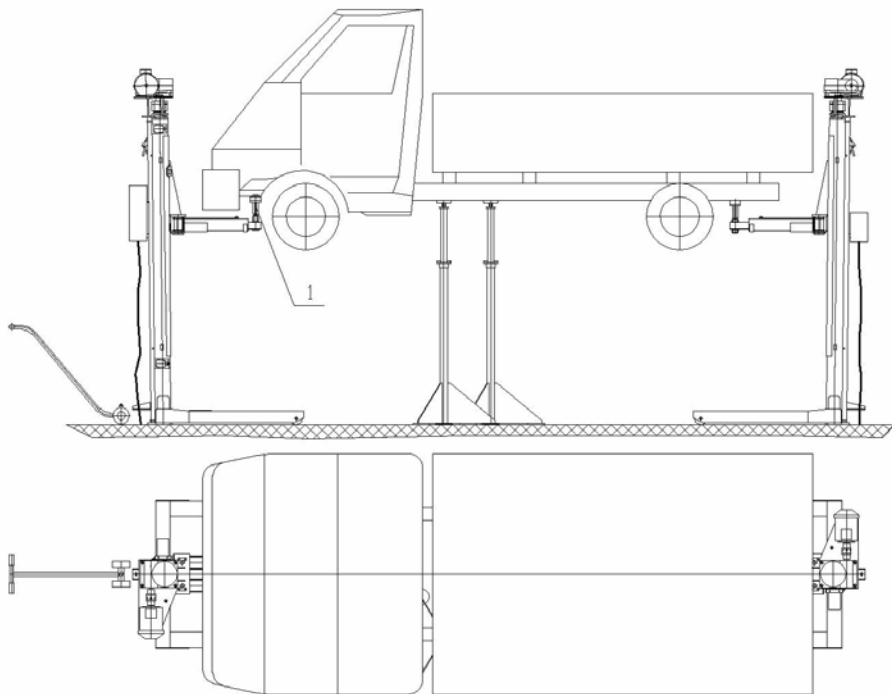

Рис. 6. Подъем автомобиля за передний и задний свесы рамы.
6.2.2 Для ревизии состояния смазки трущихся деталей (см. карту смазки на Рис. 6), в каждой стойке необходимо:
7.2. Подъем автомобиля за передний и задний свесы рамы (см. Рис.6).
7.2.2. Вывернуть опоры поз.1 (см. Рис. 6) на расстояние 60 мм вверх и развернуть их подушками наружу.